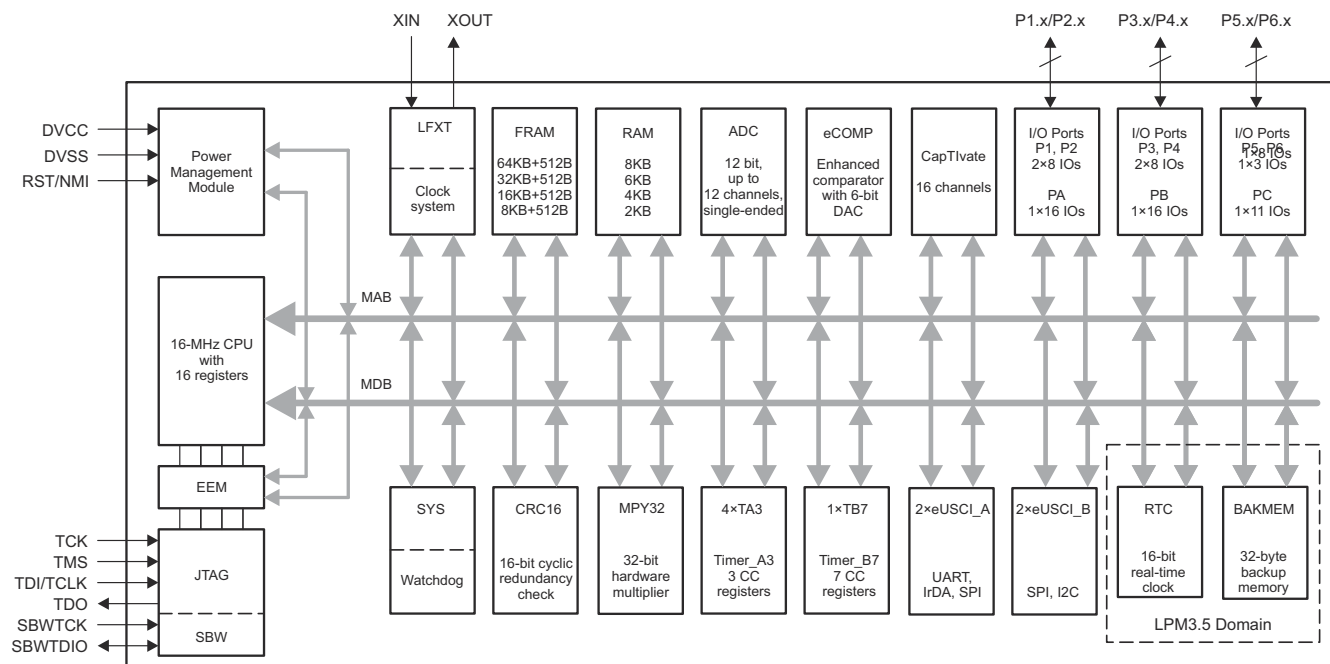

図 4-1. 機能ブロック図
機能ブロック図を、図 4-1 に示します。
- 図 4-1「機能ブロック図」の MSP430FR2673 と MSP430FR2672 のメモリ・サイズを追加4